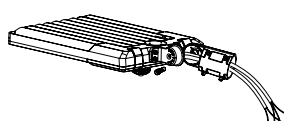

Fig 2
Étape 2 : Faire passer les fils à travers le support. (Fig.2)